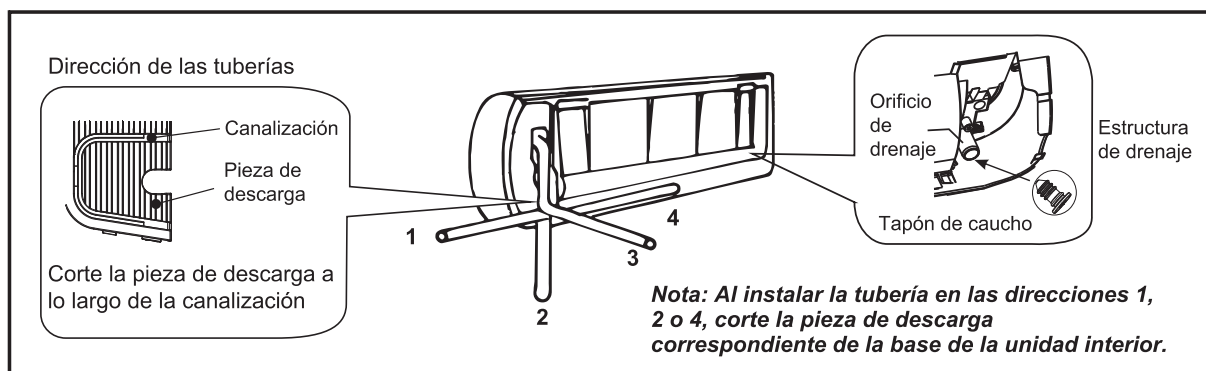

Fig. 3
- 2) Decida si desea cortar la pieza de descarga conforme a la dirección de las tuberías. (Fig. 3)